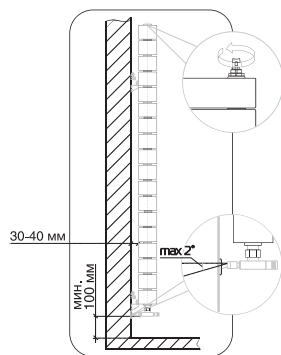

Рис. 3.
1. Для эффективной работы радиатора необходимо соблюдать монтажные расстояния, указанные на рис. 3.
**!** Во избежание аварии допустимо отклонение оси коллектора радиатора от подводящих труб не более 2° (рис. 3).